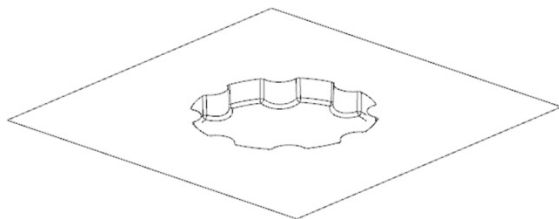

图 7-9 修剪片体
(13) 单击“应用”按钮，创建修剪特征，修剪片体如图 7-9 所示。